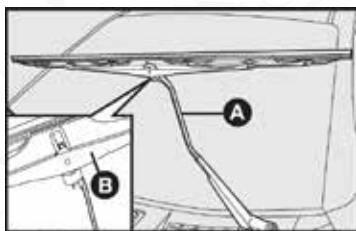

fig. 19
Sustitución de los limpiadores del limpiaparabrisas - fig. 19
- 2) Presione el limpiador B-fig. 19 y empújelo hacia abajo, soltándolo del brazo A.